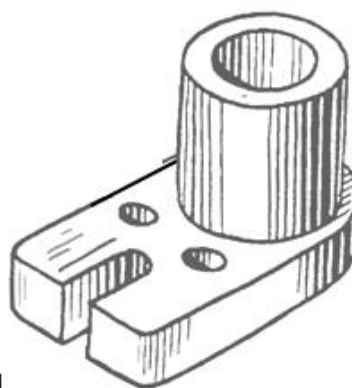

Рисунок 20 - Теневая штриховка модели
2. Освещенные поверхности штриховать тонкими линиями на большом расстоянии друг от друга, а теневые - более толстыми линиями, располагая их чаще (рисунок 20).